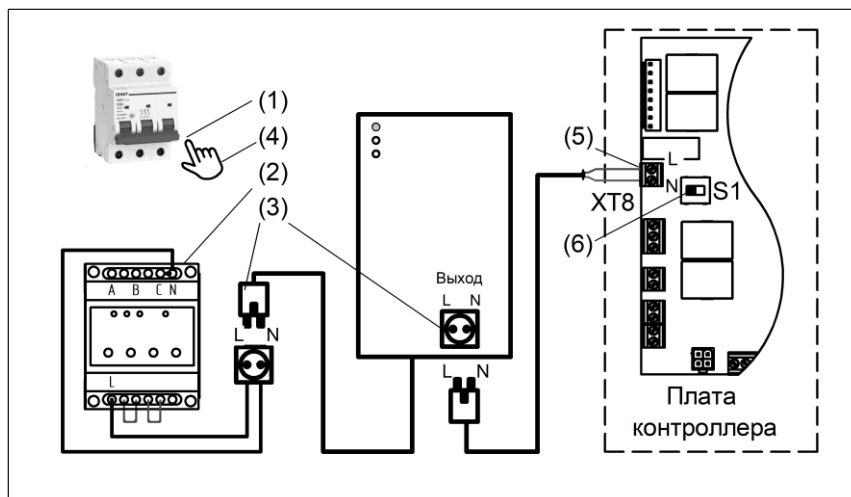

Рисунок 28. Схема подключения переключателя фаз
- (1) Отключить общий автоматический выключатель.
- (2) Смонтировать переключатель фаз согласно рис. 28.
- (3) Подключить стабилизатор к сети.
- (4) Включить автоматический выключатель.
- (5) Убедиться в наличии фазы на верхнем контакте колодки **XT8** платы контроллера.
- (6) Перевести переключатель **S1** из правого положения в левое положение.